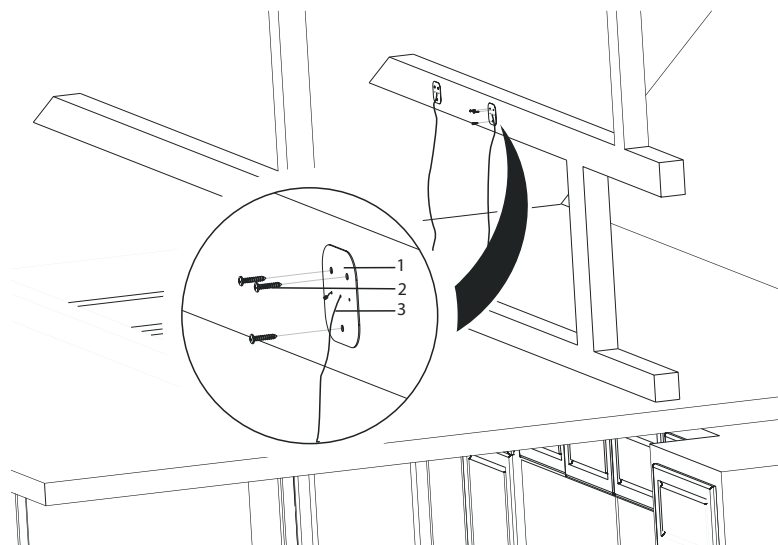

Fig. 19
4. ➔ Monter nu de 4 ophængningsplader, som stålwirerne sidder fast i, på et spær eller en lægte på loftet. Ophængningspladerne må vende på alle led (bemærk spærret eller lægten skal kunne bære emhætten under montering. Ophængningspladerne skal hver fastgøres med 3x 3,9x22 skruer (Fig. 19).